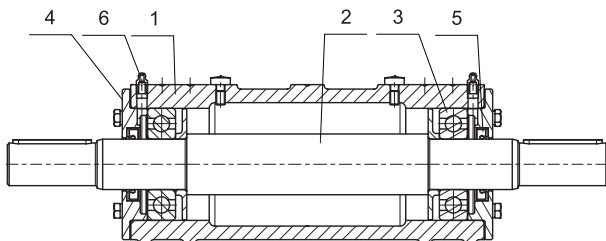

Рисунок 1. Подшипниковая опора
3.7 Подшипниковая опора состоит из литого корпуса-1 (см. рис. 1), вала-2, вращающегося в двух подшипниках качения-3 (типоразмер подшипника указан в п.6.4.4). Корпус с двух сторон закрывается боковыми крышками-4. Места прохода вала через боковые крышки уплотнены манжетными уплотнениями-5. Для пополнения смазки в корпусе установлены две пресс-маслёнки-6.